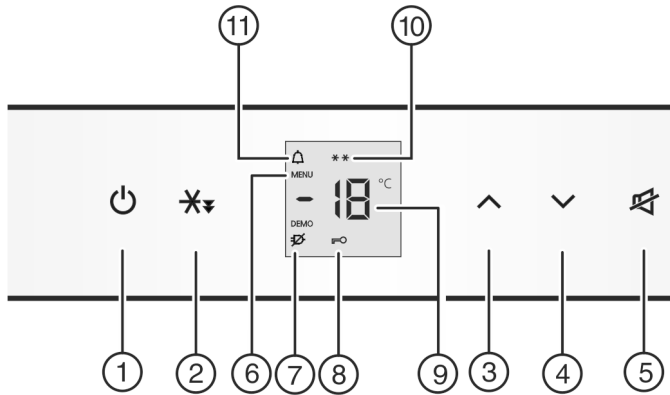

Fig. 2
- Appuyer sur la touche On/Off Fig. 2 (1).
- Activer le mode de réglage : Appuyer sur la touche de congélation rapide Fig. 2 (2) pendant 5 s environ.
- Le symbole Menu Fig. 2 (6) est allumé.
- Appuyer brièvement sur la touche de congélation rapide Fig. 2 (2) pour confirmer.
- Pour activer la sécurité enfants, appuyer brièvement sur la touche de congélation rapide Fig. 2 (2).
- Le symbole Sécurité enfants Fig. 2 (8) est allumé. L'affichage **c** clignote.
- Pour désactiver la sécurité enfants, appuyer brièvement sur la touche de congélation rapide Fig. 2 (2).
- Le symbole Sécurité enfants Fig. 2 (8) s'éteint. L'affichage **c** clignote.
- Désactiver le mode de réglage : appuyer sur la touche On/Off Fig. 2 (1).
- Appuyer sur la touche Alarme Fig. 2 (5).
L'affichage de la température clignote en même temps que le symbole Alarme Fig. 2 (11).
Le signal sonore s'arrête automatiquement, le symbole Alarme *Fig. 2 (11)* s'éteint et l'affichage de la température cesse de clignoter lorsque la température redevient suffisamment froide.
- Appuyer sur la touche Alarme *Fig. 2 (5)*.
- Augmenter la température : appuyer sur la touche de réglage Up *Fig. 2 (3)*.
- Diminuer la température : appuyer sur la touche de réglage Down *Fig. 2 (4)*.